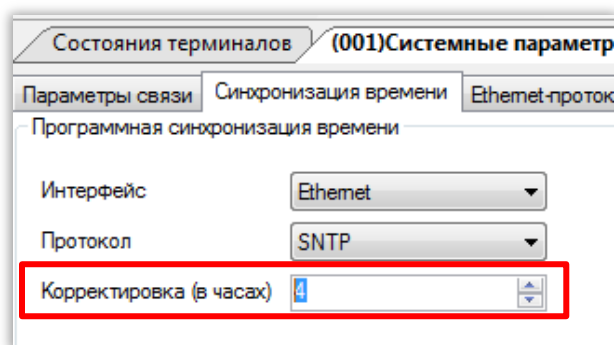

Рисунок 7 – Настройка корректировки часов
2.3.3 Задать значение из допустимого диапазона корректировки внутренних часов терминала в часах относительно всемирного координированного времени (UTC) (см. рисунок 7).